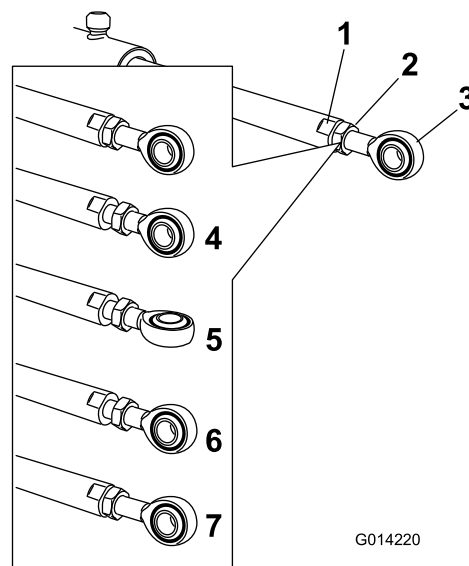

図 94
4. アクチュエータロッドの平たい面にスパナをあてがって回転しないように押さえ、ジャムナットをゆるめて、アイレットロッドを回せるようにする 図 94。
5. アイレットロッドを回転させてアクチュエータを希望の長さに調整する 図 94。